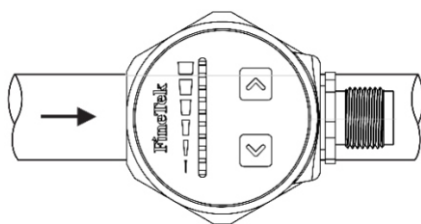

Рисунок 4
(4) SP следует плотно затянуть, чтобы избежать утечки жидкости из трубы, которая может быть опасна. SP можно установить под любым углом; наилучшие чувствительность и скорость отклика будут при установке под углом, показанным на рис. 4.
(5) В жидкости могут содержаться примеси или гранулы. Возможно, вам потребуется установить соответствующий фильтр перед датчиком, чтобы защитить его от столкновений или износа, которые могут сократить срок его службы.